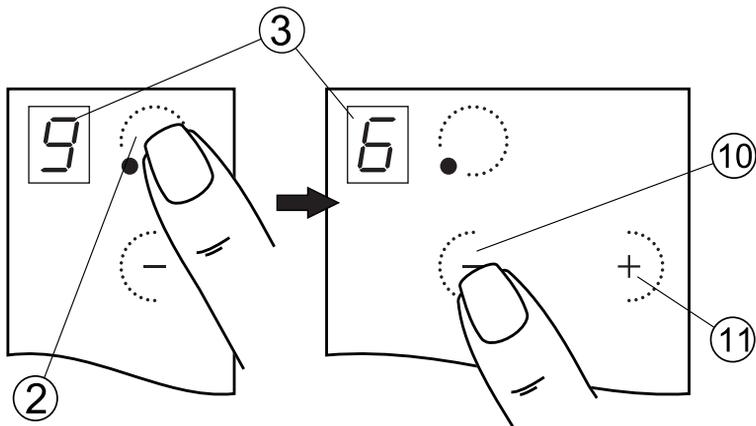

Рис.14
1. Работавшую конфорку касанием зоны ② перевести в режим управления (рис. 14).